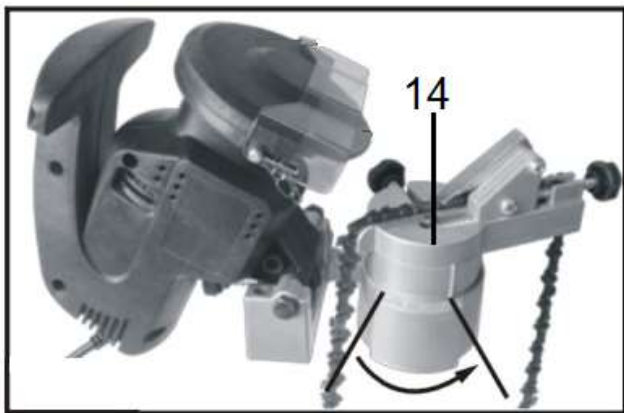

Рис. 8
- 3) Если вам неизвестен угол цепи, медленно отрегулируйте положение рабочей поверхности (14) таким образом, чтобы режущая поверхность зуба была параллельна краю круга. Наиболее распространенные углы цепи — 30-35°. Может потребоваться слегка переместить цепь, чтобы точильный круг встал под режущей поверхностью зуба (рис. 8).